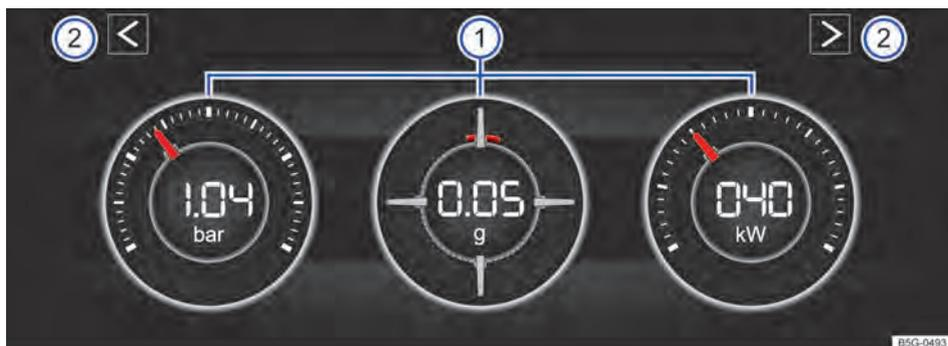
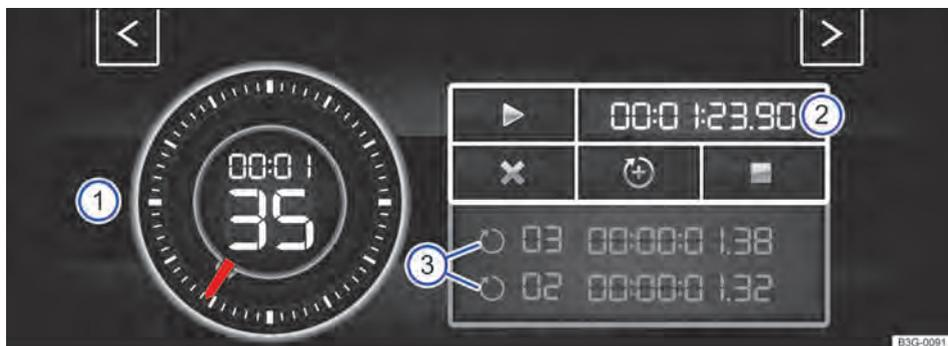
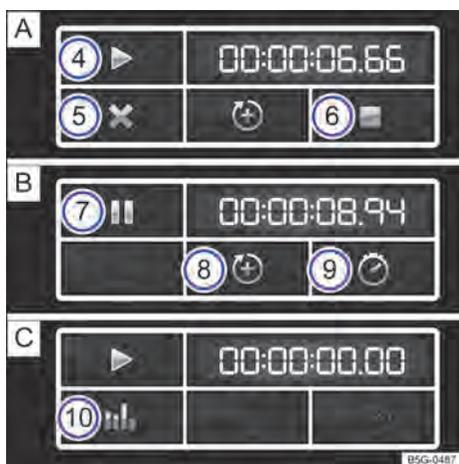

Fig. 25 Na tela do sistema Infotainment: módulo de potência.
Fig. 26 No display do sistema Infotainment: Laptimer com cronômetro, superfície de função e tempos de voltas.
Fig. 27 Superfície de função no display do sistema Infotainment: medição do tempo na volta **A**) parada, **B**) em execução e **C**) concluída.
Se você desejar alternar entre o módulo de potência e o Laptimer → Página 37 tocar numa das teclas de seta à esquerda e à direita acima dos instrumentos em → Fig. 25 .
Legenda para Fig. 25:
O display pode exibir, no máximo, 3 instrumentos simultaneamente. Cada um dos instrumentos pode ser selecionado para cada uma das áreas de exibição → Fig. 25 ① (esquerda, central, direita).
- **Indicação da pressão de carga:** a indicação da pressão de carga → Fig. 25 ① (à esquerda) exibe a pressão no circuito do ar de sobrealimentação entre o turbocarregador e o motor (na unidade "bar"). Quanto mais o ponteiro ficar à direita na escala, maior será a potência que o motor desprenderá.
- **Medidor de aceleração (G-Meter):** o medidor da aceleração (G-Meter) → Fig. 25 ① (central) indica na área central o valor da aceleração (na unidade "g"). A marcação vermelha na área disposta em tela indica a intensidade da aceleração e a direção da força que atua (conforme os princípios físicos contrários). Se você, por exemplo, conduzir para a esquerda, a marcação vermelha do instrumento se moverá na área direita do instrumento (e vice-versa). Ao acelerar, a marcação vermelha se moverá para baixo. Ao frear, a marcação vermelha se moverá para cima. A intensidade da aceleração é indicada pela posição da marcação vermelha de dentro para fora. Se a aceleração aumenta, a marcação vermelha é excluída da área central.
- **Indicação de potência:** a indicação de potência → Fig. 25 ① (à direita) exibe a potência do motor atualmente utilizada como valor digital e na escala adjacente (em kW).
Legenda para → Fig. 26 e → Fig. 27:
- No módulo de potência, tocar numa das teclas de setas → Fig. 25 ② para ir para o Laptimer.
Com os botões de seta → Fig. 25 ② ou → Fig. 26 você pode alterar a qualquer momento entre Laptimer e módulo de potência.